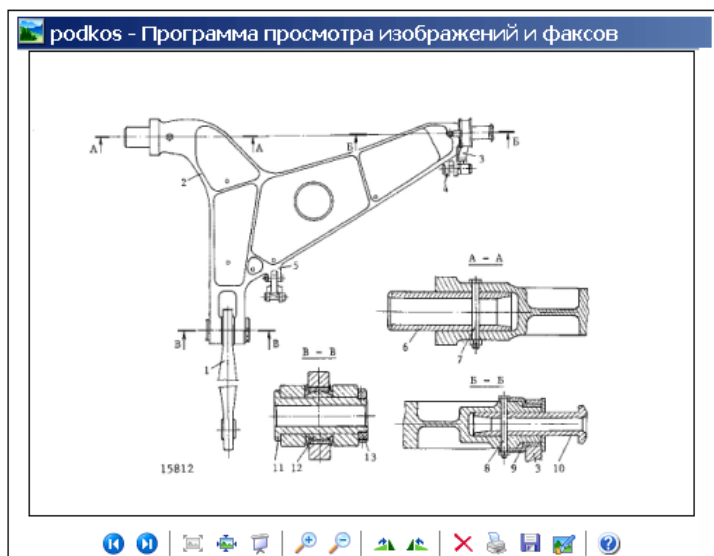

Рис. 6.12
3. Просмотрите файл, нажав на кнопку **Просмотреть**  (Рис. 6.12). При этом откроется программа просмотра изображений, установленная на Вашем компьютере как программа просмотра изображений по умолчанию.